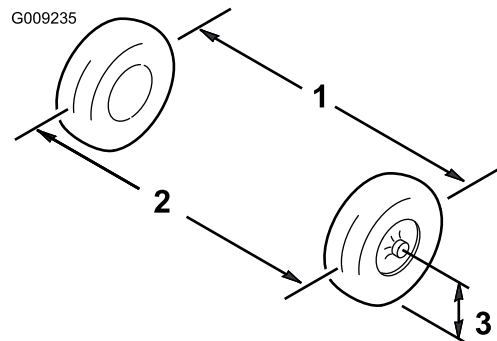

Bild 46
3. Messen Sie den Abstand zwischen beiden Vorderreifen auf Achshöhe (an der Vorder- und Rückseite der Vorderreifen) (**Bild 46**).